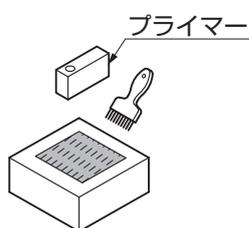

図2-11
- ① 図2-11のように、束石の束調整金具取付け位置に、プライマーを塗布してください。
- ② プライマーを塗布したところに接着剤を塗布してください。